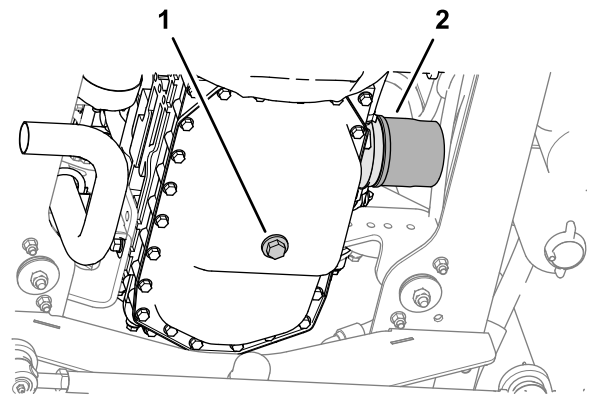

Bild 53
1. Entfernen Sie die Ablassschraube und lassen Sie das Öl in die Auffangwanne ab (Bild 53).